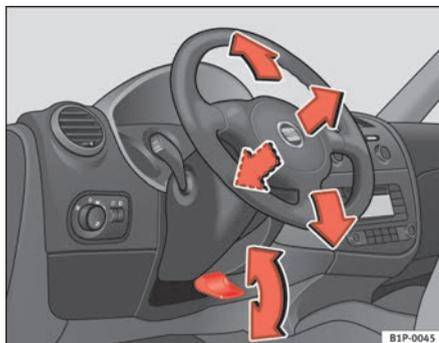

Fig. 113 Ajuste de la posición del volante
- Tire hacia abajo de la palanca ⇒ fig. 113 situada debajo de la columna de dirección ⇒ ⚠.